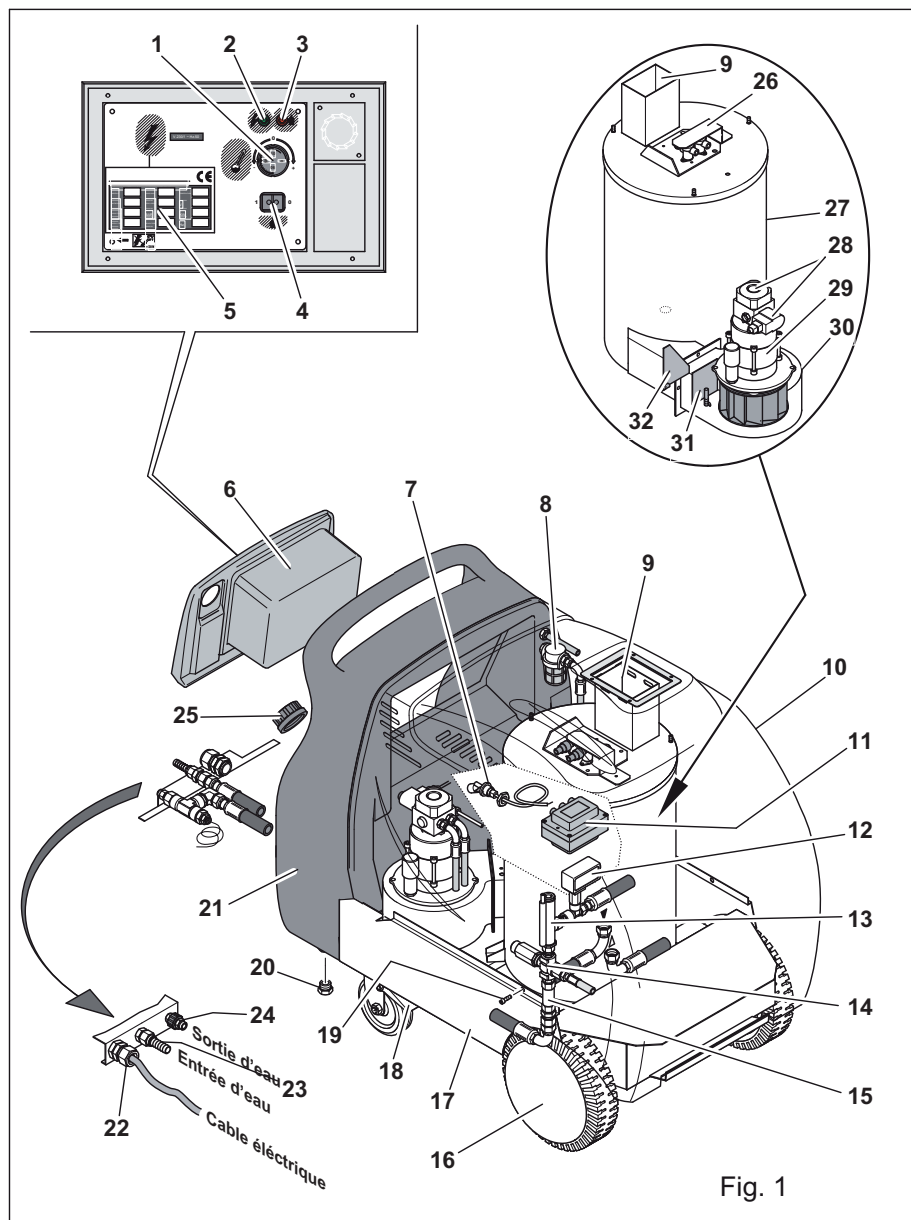

Fig. 1
- A – Connecter la machine (Fig. 1 pos. 23) au réseau hydrique au moyen d'un tuyau en caoutchouc bien dimensionné. La pression du réseau en entrée doit être max. BAR 300 (voir la plaque d'identification pour la consommation horaire)
- B – Connecter le tuyau haute pression au raccord spécial en sortie de la machine (Fig. 1 pos. 24). Connecter l'autre extrémité du tuyau haute pression au pistolet et à la lance à jet d'eau.